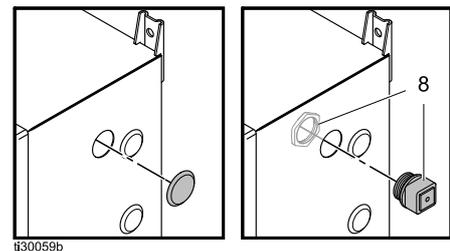

Figure 8 Drehzahlreglerstecker, Kabelfitting und Mutter
1. Den 1-5/16"-Stecker auf der Seite des Reglergehäuses anbringen. (Siehe Abb. 8 und 9).
7. Kabel/Fitting (8) in die Bohrung am Reglergehäuse einlegen.
8. Mutter auf der Gehäuseinnenseite am Fitting anbringen, um das Kabel in dieser Position zu fixieren (siehe Abb. 8 und 9).